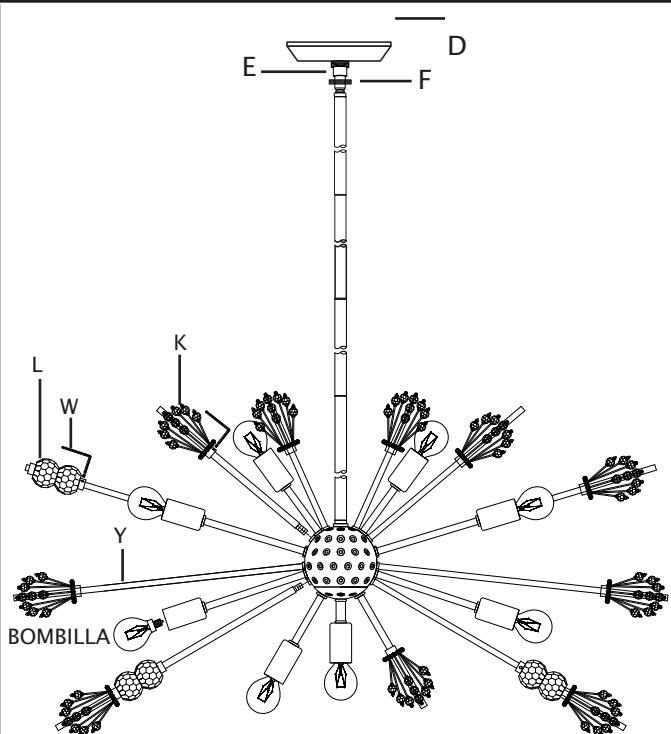

FIG. 6
18. Levante la cubierta (D) hasta el techo. Pase el orificio en la cubierta (D) sobre el pivote (E). Coloque la cubierta (D) contra el techo.
19. Levante el anillo roscado (F) hasta la cubierta (D). Enrosque el anillo roscado (F) en el pivote (E). Ajuste el anillo roscado (F) para fijar el artefacto al techo.
21. Enrosque cada varilla (Y) en los orificios del cuerpo del artefacto.
22. Para fijar la pieza de diseño "starburst" (K) y la esfera de cristal (L): Utilizando la llave hexagonal (W), afloje el tornillo de ajuste del collar de la pieza de diseño "starburst" /esfera de cristal. Deslice el extremo del collar de la pieza de diseño "starburst" /esfera de cristal sobre el extremo de la varilla. Apriete el tornillo de fijación con la llave hexagonal (W) para asegurar la pieza de diseño "starburst" /esfera de cristal en su lugar.
23. Utilice la FIG. 6 para el posicionamiento de las piezas de diseño "starburst" (K) y las esferas de cristal (L).